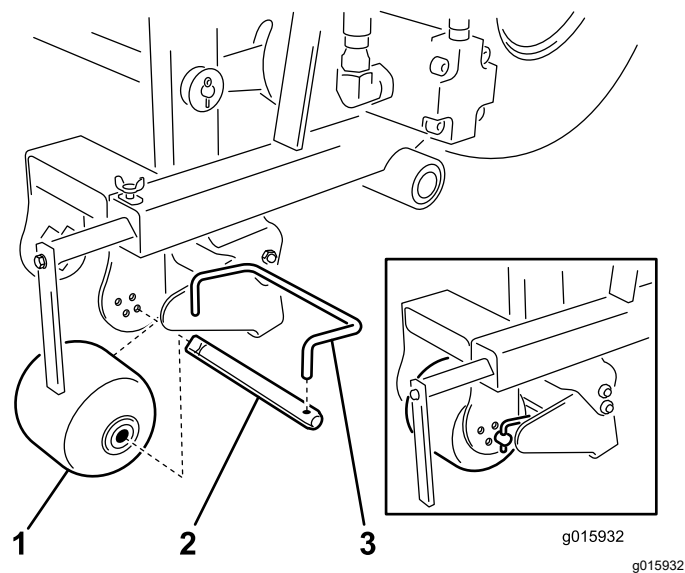

図 13
3. ローラのシャフトからスクレーパのロッドを外す 図 13。
4. ローラからシャフトを外す 図 13。